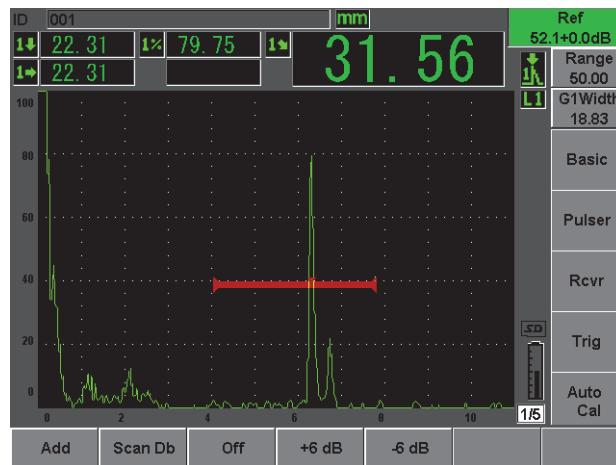

Рис. 2-18 Настройка опорного усиления
4. Настройте чувствительность, зафиксировав боковое сверление или зарубку в стробе 1, доведя сигнал до 80 % высоты экрана с помощью функции (**AUTO XX%**), а затем установив опорное усиление нажатием [**2ND F**], (**REF dB**) [см. Рис. 2-18 на стр. 48].